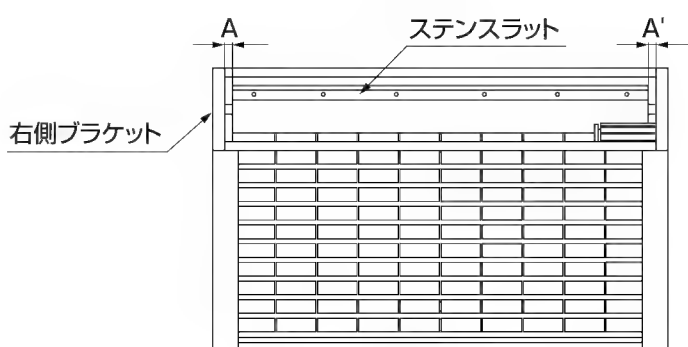

図5-4
⑥ステンスラットをすべて巻取り、ロープを外してください。
⑦ステンスラット端部と左右のブラケットのすき間A-A'が左右均等になるように調整後、「吊元固定ボルト」を締込んでください。(図5-4参照)